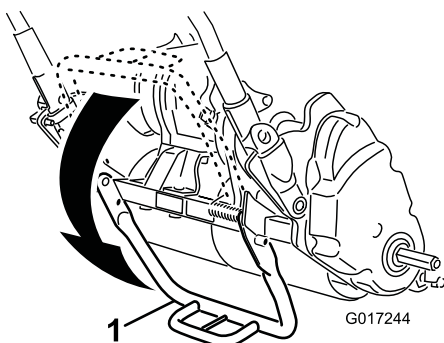

Рисунок 19
1. Чтобы установить газонокосилку на откидную опору, опустите ногой опору вниз и потяните рукоятку вверх на себя. (Рисунок 19).